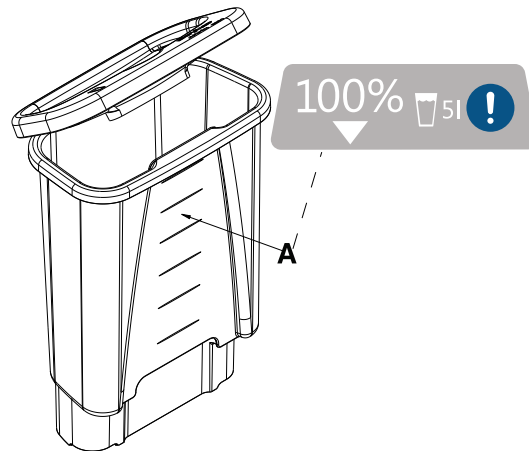

Figura 4-16: Líneas de llenado del depósito
2. Llene el depósito con cinco litros de agua destilada estéril. No lo llene más allá de la línea de llenado superior para evitar que se desborde el agua (Figura 4-16 de la página 4-30).